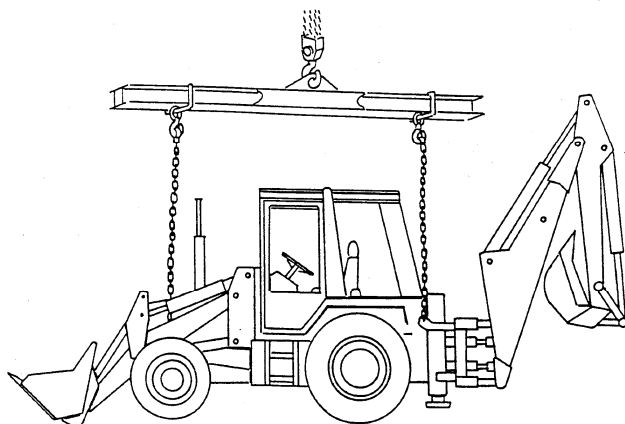
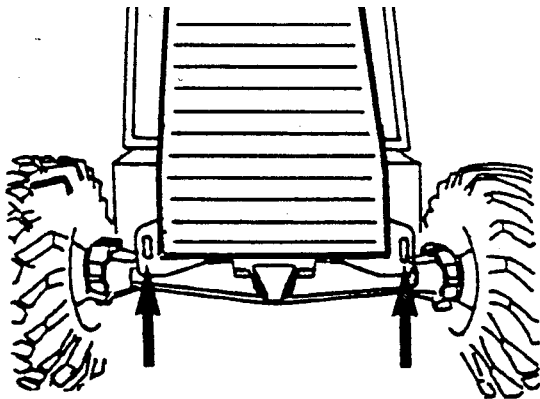
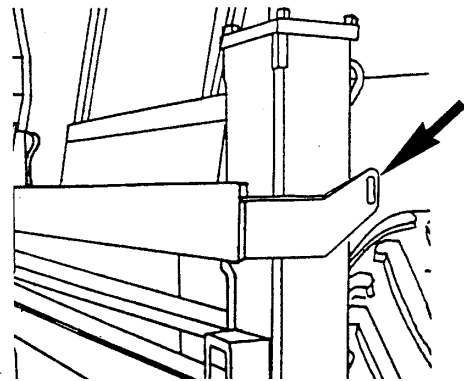

Рис. 3.1. Способ подвески экскаватора-погрузчика на стропах для перемещения его краном
Рис. 3.2. Проушины рамы передние для подъема и буксировки машины
Рис. 3.3. Проушина рамы задняя для подъема машины
2. При перевозке машины морским транспортом ее погрузка на морское судно осуществляется, как правило, краном. Поэтому при этом необходимо выбрать такой метод закрепления экскаватора-погрузчика, который обеспечит максимальную безопасность людей, проводящих погрузку, и который исключит опасность повреждения машины (Рис. 3.1). Стропы, используемые для подъема экскаватора-погрузчика, следует закреплять только за специально предназначенные для этого петли, которые имеются на машине и которые обозначены соответствующими, информационными табличками (Рис. 3.2. и Рис. 3.3).
Буксирный трос соответствующей прочности необходимо зацеплять за проушины, имеющиеся на передней части рамы (Рис. 3.2).